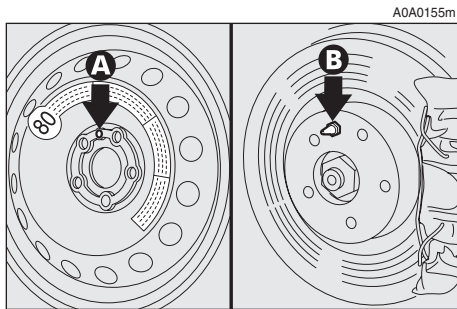

fig. 7
– monte la rueda de repuesto (más pequeña que una rueda normal) haciendo coincidir el orificio (**A-fig. 7**) con el correspondiente espárrago de centrado (**B**);
– monte la rueda de uso normal de modo que el orificio (**A-fig. 7**) coincida con el correspondiente espárrago de centrado (**B**);